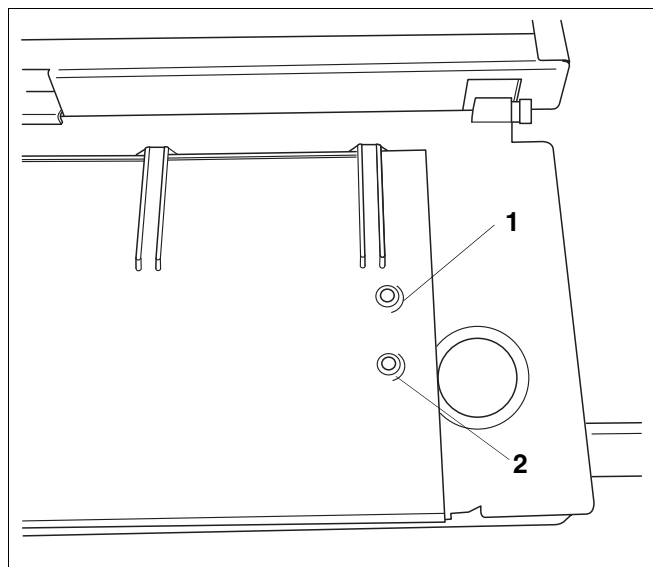

Fig. 26 Potențiometru pentru reglarea puterii de încălzire max.
- Se rotește potențiometrul “putere de încălzire max.” (fig. 26, poz. 2).
Legendă la fig. 26: potențiometru